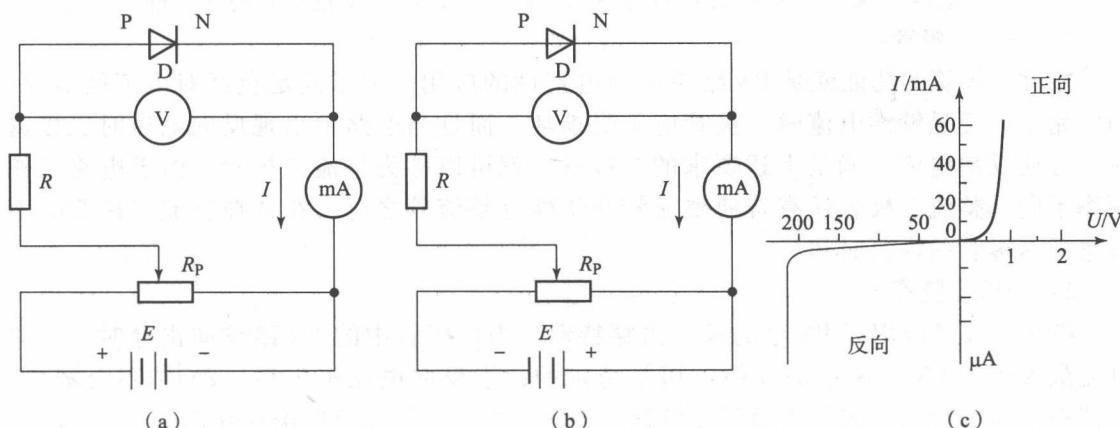

图1-5 二极管伏安特性
二极管伏安特性如图1-5所示。
由以上可知二极管具有单向导电特性，研究二极管伏安特性就是观察当二极管两端加上电压时，流过二极管电流的情况。如图1-5(a)、(b)所示是研究二极管伏安特性的电路。图中 $R_p$ 是电位器，改变 $R_p$ 就可以改变二极管两端电压， $R$ 是限流电阻，起到保护二极管的作用。二极管的伏安特性包括两个方面，一是正向特性，二是反向特性。
(1) 正向特性。调节如图1-5(a)所示电路中的 $R_p$ ，当二极管两端正向电压低于0.5V时，二极管几乎不导通，电流为零，电压从0.5V逐渐增大，电流也随之增大，当电压达到0.7V时电流增加速度明显加快。继续调节 $R_p$ ，二极管两端电压基本不再变化，但电流却迅速增大。经过定量测量得出正向伏安特性曲线。
(2) 反向特性。给二极管加反向电压，调节如图1-5(b)所示电路中的 $R_p$ ，使反向电压从零逐渐增大，开始时流过二极管的电流几乎为零，当反向电压增大到某一值时（如图1-5(c)所示，设为215V），流过二极管的反向电流迅速增大，此时二极管处于反向击穿状态。经定量测量得出反向伏安特性曲线。